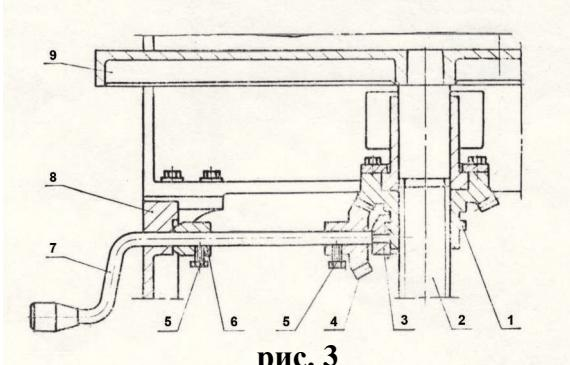

рис. 3
4.3 Общий вид стола рейсмуса представлен на рис. 3
- Вращением ручки 7 (рис. 3) выставьте стол для рейсмусования на требуемую высоту, исходя из толщины заготовки;
4.8 Внутри корпуса установлен стол 9 (рис. 3) для рейсмусования, подъём или опускание которого для установки положения рейсмусования осуществляется ручкой регулирования 7 (рис. 3).